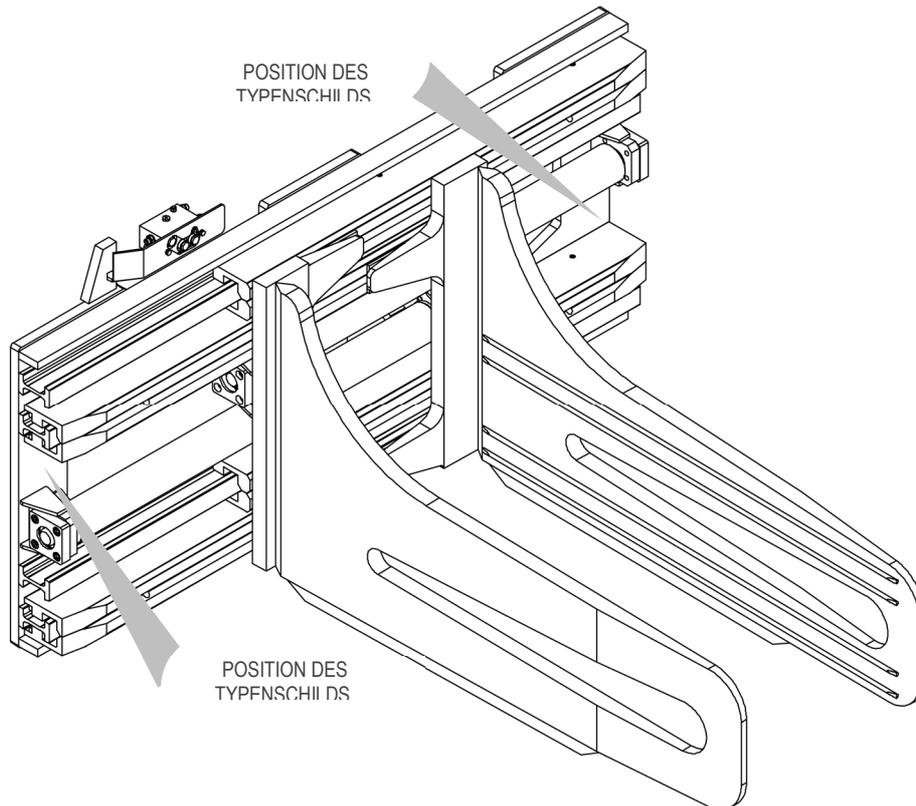

Abbildung 1
Alle Geräte A.T.I.B. - „GREIFER FÜR BALLE MIT SCHMALEN BACKEN TYP 116.131 | GREIFER FÜR BALLE MIT KASTENPROFIL-BACKEN TYP 116.130“ werden durch ein Klebeschild (siehe *Tabelle 1*) gekennzeichnet, das auf dem Gerät angebracht ist (siehe *Abbildung 1*, in der die beiden Hauptpositionen, die das Typenschild einnehmen kann, dargestellt sind). Beziehen Sie sich stets auf die Seriennummer.
5. Verwenden Sie für die Handhabung Riemen oder Ketten, die entsprechend dem auf dem Typenschild angegebenen Gewicht des Geräts bemessen sind (siehe *Abbildung 1* und *Tabelle 1* auf Seite 7).
9. Schließen Sie den Hydraulikkreislauf an und stellen Sie sicher, dass der Betriebsdruck der Rohrleitungen höher oder gleich dem auf dem Typenschild angegebenen ist (siehe *Abbildung 1* und *Tabelle 1* auf Seite 7).